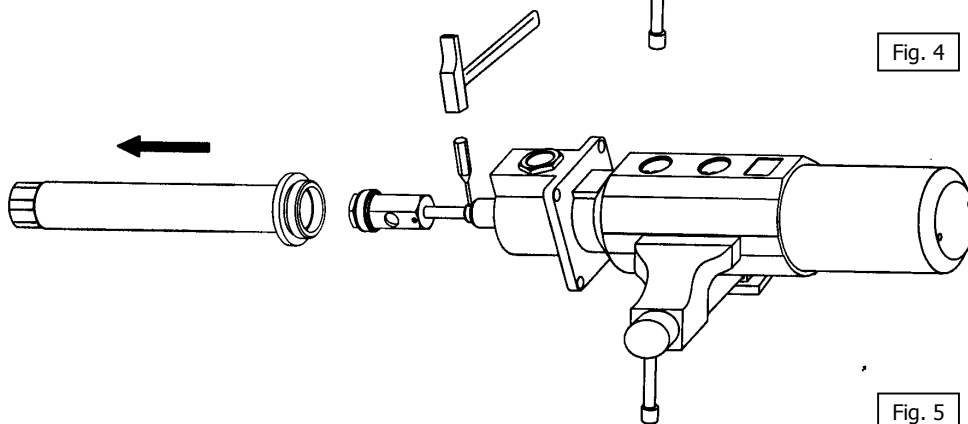

Fig. 5
4. Remove the pin (21) located in the upper part of the connecting rod (20) (fig. 5) and unscrew the rod from the air piston (9).
4. Extraer el pasador (21) situado en la parte superior del eje válvula impulsión (20) (Fig. 5) y desenroscar el eje del vástago (9).